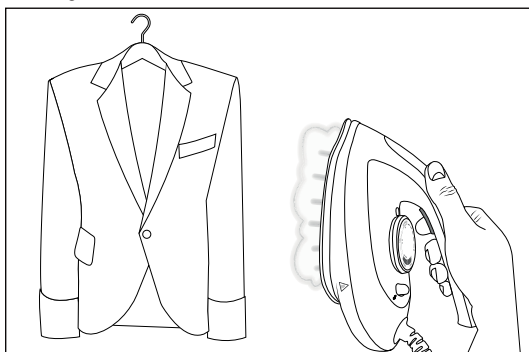

Fig. 10
- 5) Tenez le fer à repasser à la verticale et appuyez sur le bouton vapeur **2** (voir Fig. 10).